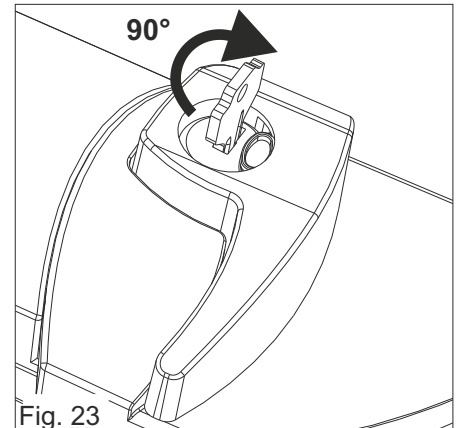

Fig. 23
- 2) Insertar la llave de desbloqueo y girar de 90 ° en sentido horario (Fig. 23)